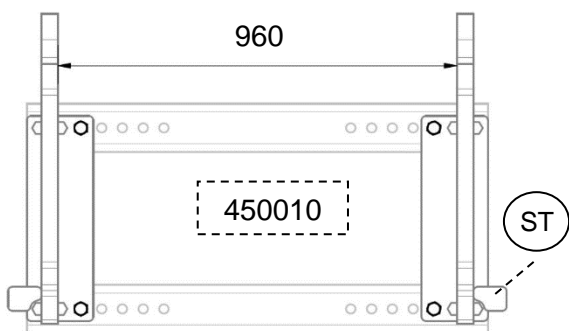

Bild.7.1
Det är viktigt att behålla C-C mått (se Bild.7.1...7.8) vid montering av redskapsfästen. Placering av stopplack (ST) är också viktig del av montering.